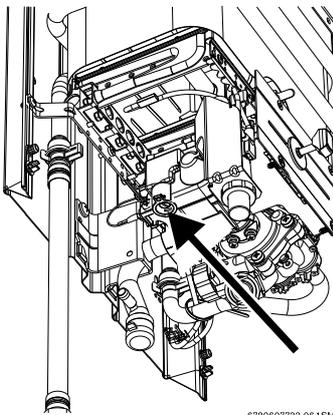

Bild 6 Einstellschraube max. Gasmenge
- ▶ Verschlusschraube für Messtelle Düsendruck lösen (Bild 6).
- ▶ Plombierung von der Einstellschraube entfernen (Bild 6).
- ▶ Mit der Einstellschraube (Bild 6) den Düsendruck gemäß Tabelle 2 einstellen.